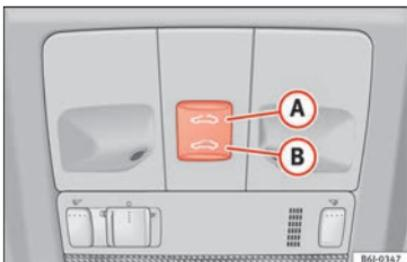

Fig. 8 No revestimento interior do teto: comandos do teto panorâmico.
- Abrir: pressione uma só vez o botão » Fig. 8 **A**. Se o mantém pressionado abre-se até à posição desejada.
- Fechar: pressione uma só vez o botão » Fig. 8 **B**. Se o mantém pressionado fecha-se até à posição desejada.